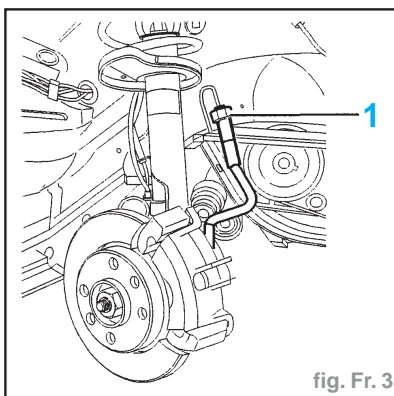

fig. Fr. 3
- Débrancher le flexible de frein sur la canalisation rigide (fig. Fr. 3).
- Récupérer le cavalier (1).